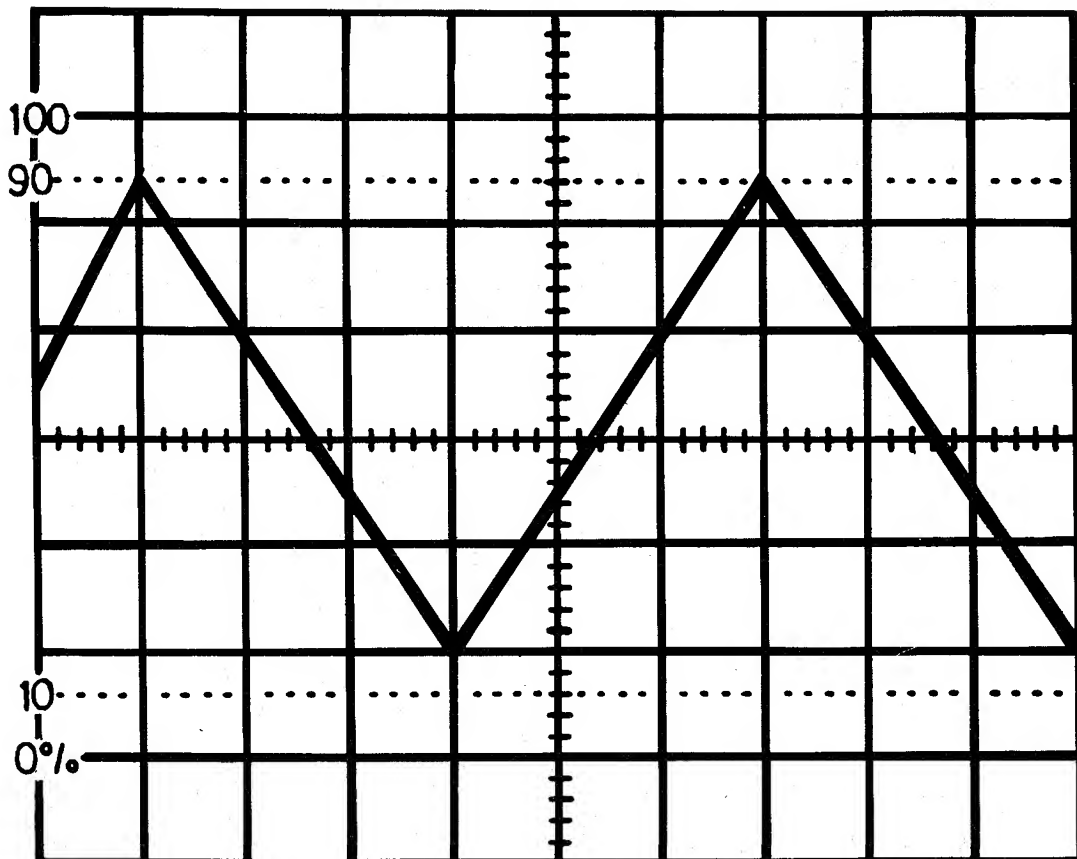

Abb. 4.6
3. Verschieben Sie die Darstellung mit dem POS-Poti nun so, daß ihr unterster Punkt mit einer waagerechten Gitterlinie zwischen 10 % und 90 % zusammenfällt. Der Spitze/Spitze-Wert wird nun so gemessen, wie es Abb. 4.6 zeigt. Bei einem Ablenkfaktor von 0,1 V/DIV und einer Amplitude von 4,4 Kästchen ergibt sich ein Spannungswert von $4,4 \text{ DIV} \cdot 0,1 \text{ V/DIV} = 0,44 \text{ V}$ bzw. 440 mV.